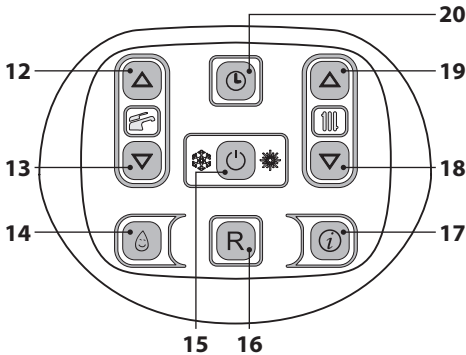
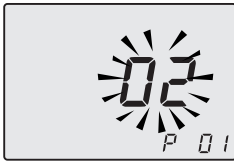

Figura 5.60
Figura 5.61
tasti 15 - 18 - 19 (Figura 5.60) fino a far apparire sul display LCD le lettere **P01**, indicanti l'entrata nel "parametro 01" (Figura 5.61).
- Premendo il tasto 15 (Figura 5.60) si ottiene la conferma del valore inserito.